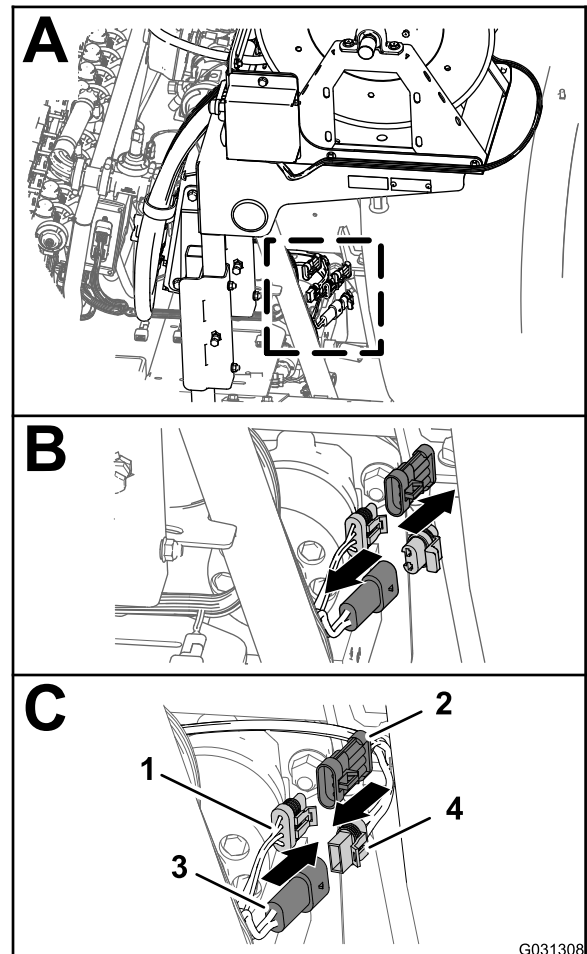

Bild 145
1. Suchen Sie am Heck der Maschine den Kabelbaum für die elektrische Schlauchtrommel an der Rückseite des Sprühbehälters (A in Bild 145).
2. Ziehen Sie den Stecker vom 2-Stift-Stecker des hinteren Hauptkabelbaums für den Strom der Schlauchtrommel ab (B in Bild 145).
3. Schließen Sie den 2-Buchsen-Stecker des Kabelbaums für die elektrische Schlauchtrommel am 2-Stift-Stecker des hinteren Hauptkabelbaums an (C in Bild 145).
4. Ziehen Sie die Kappe vom 3-Buchsen-Stecker des hinteren Hauptkabelbaums für die Sprühkabelbaumverbindung ab (B in Bild 145).
5. Schließen Sie den 3-Stift-Stecker des Kabelbaums für die elektrische Schlauchtrommel am 3-Stift-Stecker des hinteren Hauptkabelbaums an (C in Bild 145).